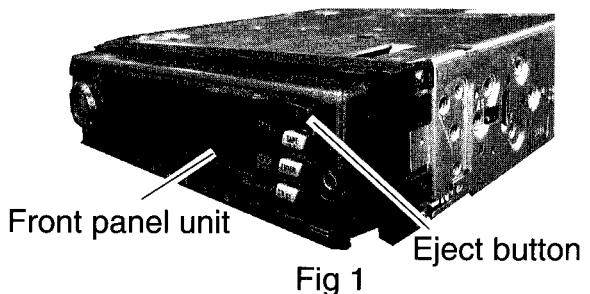
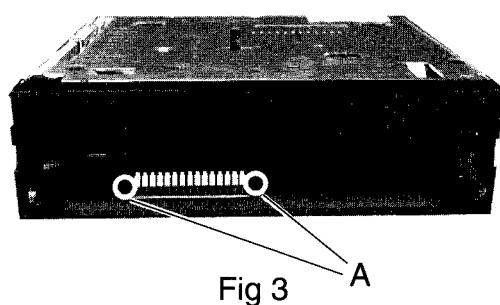
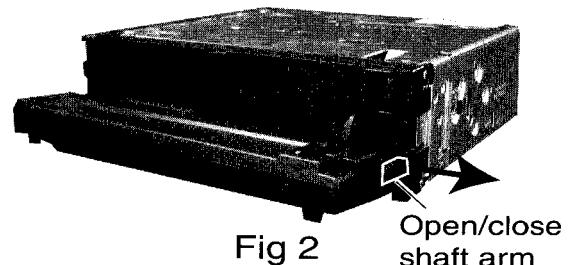

Fig 1
Fig 3
Fig 2
- Ist die Lautsprecherverdrahtung wie unten in "Fig. 1" und "Fig. 2" abgebildet, das Gerät NICHT mit der Originalverdrahtung der Lautsprecher anschließen, da sonst das Gerät schwer beschädigt wird. Die Lautsprecherverdrahtung erneuern, so daß Sie das Gerät an den Lautsprechern wie in "Fig. 3" abgebildet anschließen können.
- Si le câblage des enceintes de votre voiture est réalisé comme montré sur la Fig. 1 ou Fig. 2 ci-dessus, NE CONNECTEZ PAS l'appareil en utilisant ce câblage original d'enceintes. Si vous le faites, l'appareil sera sérieusement endommagé. Recommandez le câblage des enceintes de façon que vous puissiez connecter l'appareil aux enceintes comme montré sur la Fig. 3.
- Si le câblage des enceintes de votre voiture est comme montré sur la Fig. 3, vous pouvez connecter l'appareil en utilisant ce câblage original d'enceintes pour votre voiture.
(See fig 1)
2. Push and open the right and left open/close shaft arms outward to remove the shaft.(See fig 2)
2. Remove the two screws **A** securing the front chassis assembly.(See fig 3)
■ Removing the Head Relay Board (See Fig. 1)
■ Removing the Load Arm Assembly (See Fig. 2)
■ Removing the Cassette Holder and Holder Arm Assembly (See Fig. 3)
3. Apply DC 6V to the lead wire of the loading motor assembly and turn the load gear assembly to the position shown in Fig. 3.
■ Removing the Sub Chassis Assembly (See Fig. 3)